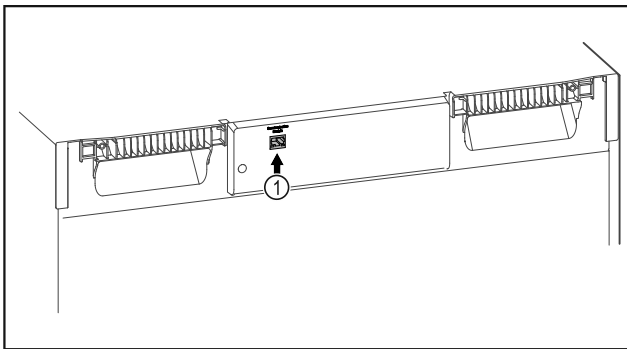

Fig. 142
- ☐ SmartModule Fig. 142 (1) встановлено.